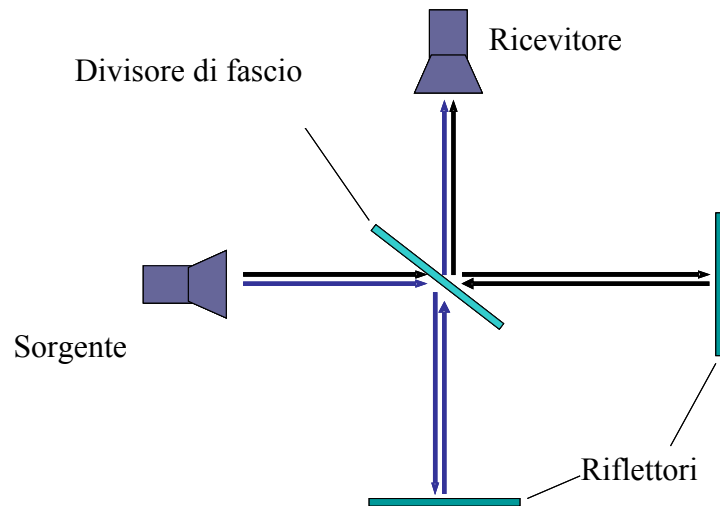

Figura 1.1: Disegno schematico di un interferometro di Michelson.
In un interferometro di Michelson, un divisore di fascio manda un'onda elettromagnetica (EM) incidente lungo due percorsi diversi, e poi le ricongiunge dopo una riflessione, cosicché esse si sovrappongono, formando una figura d'interferenza. La figura 1.1 illustra lo schema di un interferometro di Michelson. Un'onda incidente va dalla sorgente al ricevitore lungo due differenti percorsi. Queste due onde si sovrappongono e interferiscono nel ricevitore. L'intensità del segnale nel ricevitore dipende dalla differenza di fase tra le due onde, che può essere variata cambiando la differenza di cammino ottico.